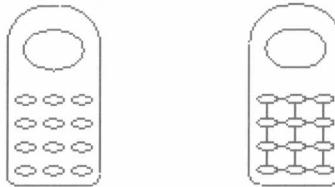

图1-14
**【练习1-14】：** 打开附盘上的文件“1-14.MCX”，利用【Create】/【Line】/【Create Line Closest】最近线命令，将图1-14中的左图绘制为右图。